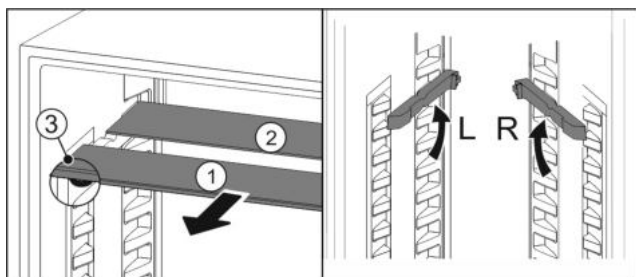

Fig. 27
- ▶ Издърпайте Fig. 27 (1) поотделно стъклените плочи напред.
- ▷ Стъклената плоча Fig. 27 (1) с декоративната лайстна е отпред.
- ▷ Ограничителите Fig. 27 (3) сочат надолу.